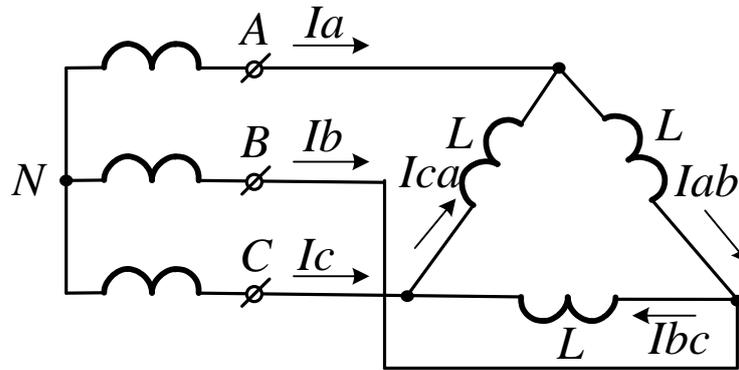

Рисунок 50
**Задача 60.** К трехфазному трансформатору (рис.50), обмотки которого соединены в звезду, подключены соединенные треугольником три одинаковые катушки. Фазные напряжения трансформатора  $U_{\phi}=127\text{В}$ . Сопротивление катушки  $x_L=22\text{Ом}$ . Определить токи в катушках и обмотках трансформатора.